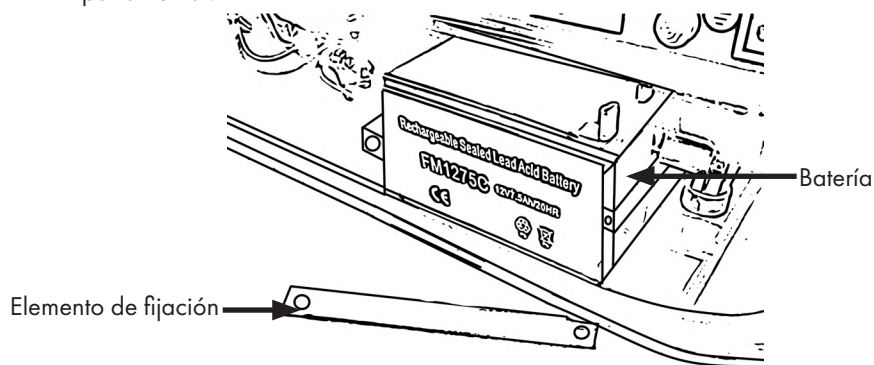

Figura 6
- Primero inserte la batería como se muestra en la figura 6 y fíjela con los tornillos de la parte frontal.